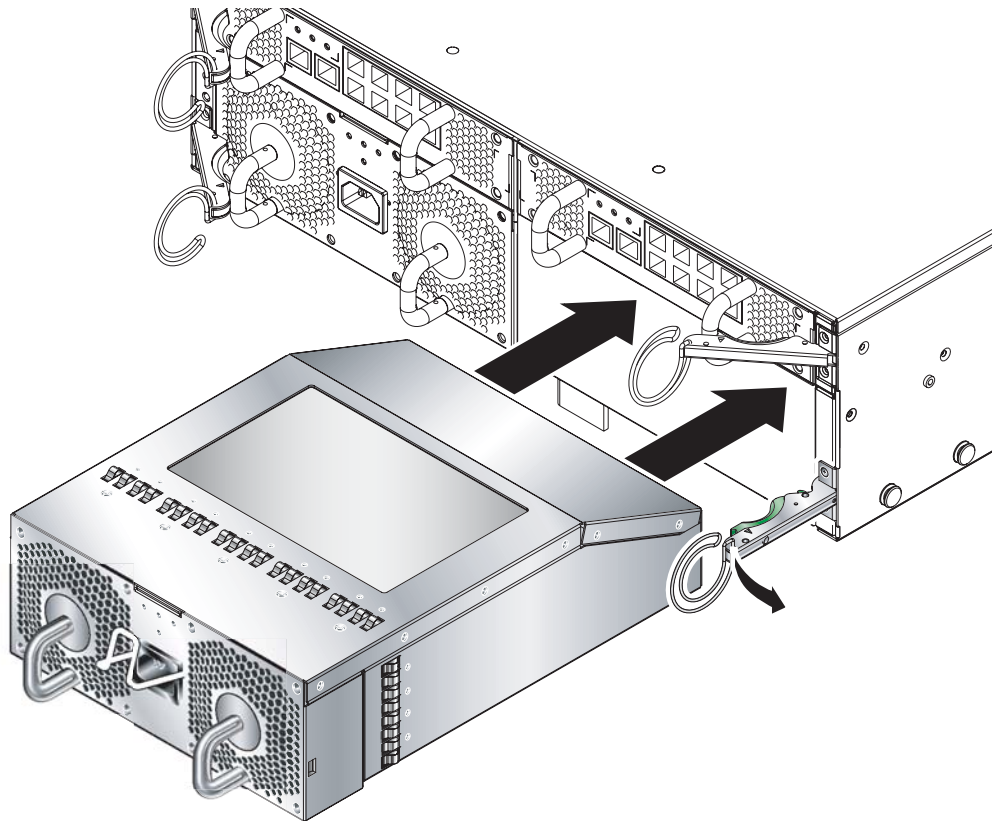

FIGURE 4-9 Alignement du PSU
Les connecteurs du PSU doivent faire face au châssis et se trouver sur la moitié inférieure du PSU (FIGURE 4-9).
2. **Assurez-vous que le levier d'éjection du châssis est entièrement ouvert et qu'il ne bloque pas l'ouverture du logement du PSU (FIGURE 4-9).**